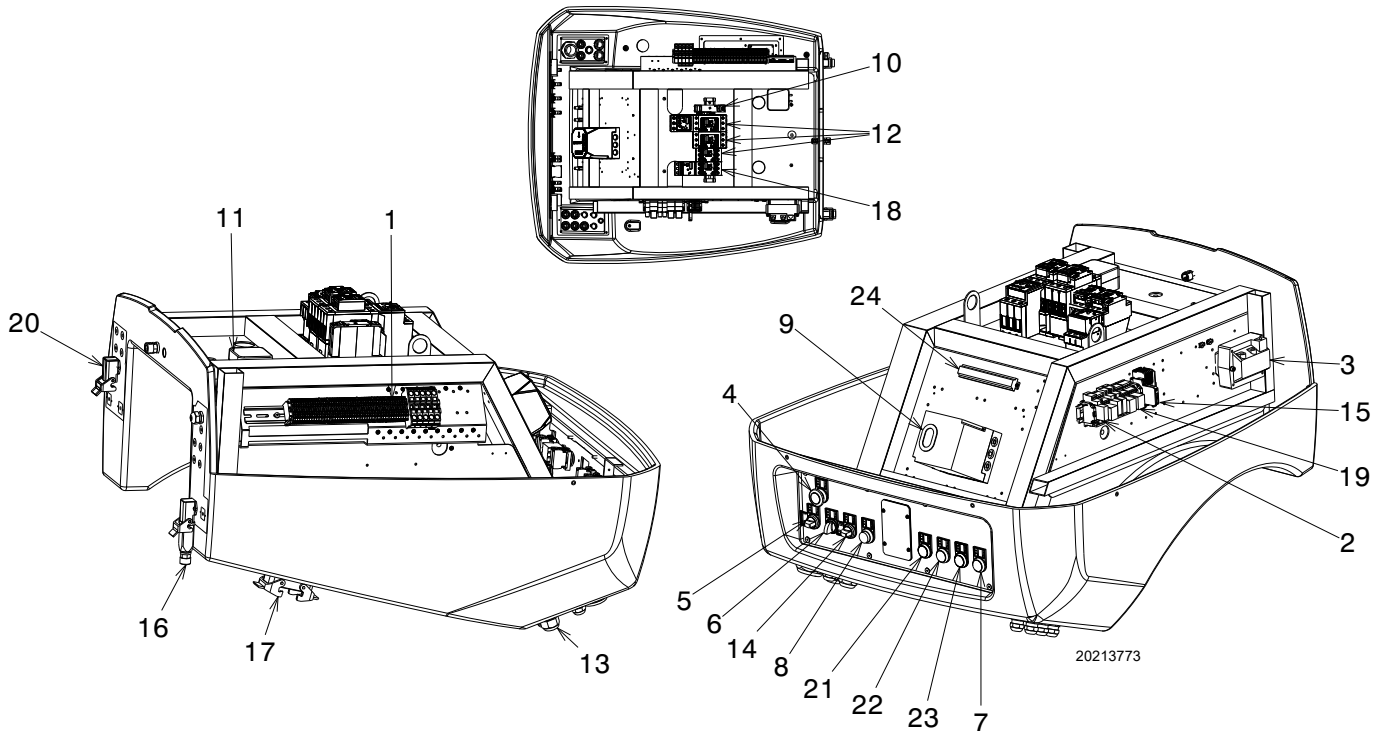

Fig. 5
- **Blocage boîte de contrôle** : l'allumage du bouton de la boîte de contrôle 9)(Fig. 5) et du bouton de signalisation 8) signale que le brûleur est bloqué. Pour le déblocer, appuyer sur le bouton 8).